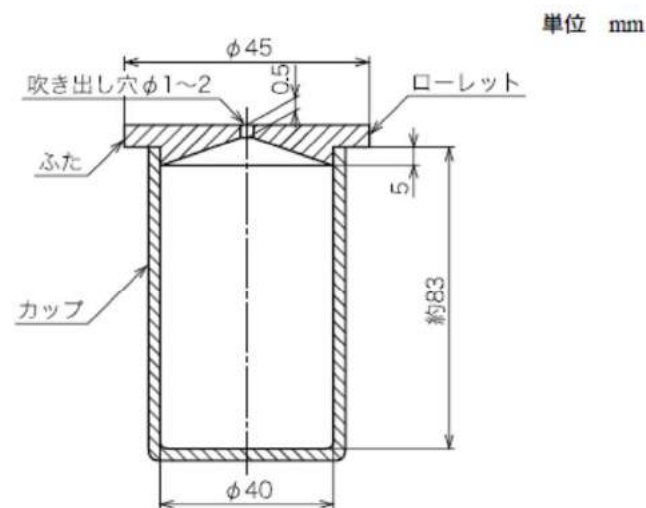

図1-比重カップの形状・寸法
- 比重カップ 比重カップは、図1に示す形状・寸法であって、内容積が100 mlのもの。材質は、黄銅製クロムめっき仕上げをしたもの又はステンレス製のもので、カップの質量は200 g以下とする。吹き出し穴は、試料の流動性などによって、適切な大きさのものを選ぶ。